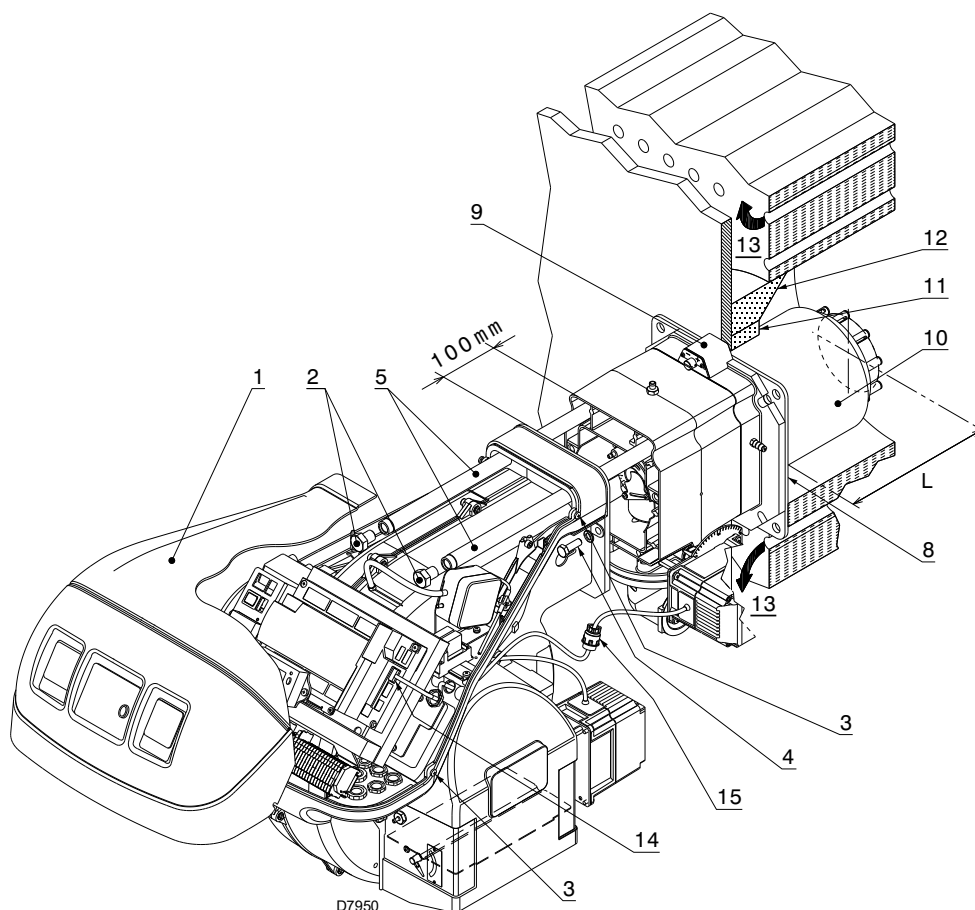

Fig. 17
Per le caldaie con giro dei fumi anteriore 13)(Fig. 17), o con camera ad inversione di fiamma, eseguire una protezione in materiale refrattario 11), tra refrattario caldaia 12) e boccaglio 10).
Separare la testa di combustione dal resto del bruciatore, come in Fig. 17; procedere come segue:
- rimontare il bruciatore sulle guide 3) a circa 100 mm dal manicotto 4) - bruciatore nella posizione illustrata in Fig. 17;
- connettere la spina del servomotore 14)(Fig. 17) ed avvitare il passacavo 15);